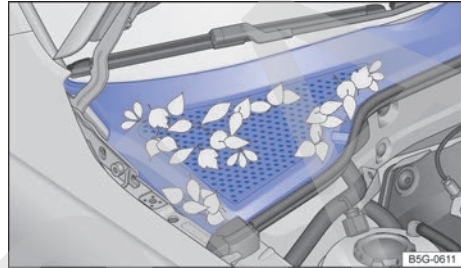

Fig. 183 Entre el vano motor y el parabrisas: caja de aguas (representación esquemática).
**Caja de aguas, vano motor:** Retire la hojarasca y otros objetos sueltos con un aspirador o con la mano → fig. 183 → ④. La limpieza del vano motor debería realizarla siempre un taller especializado → ⚠.